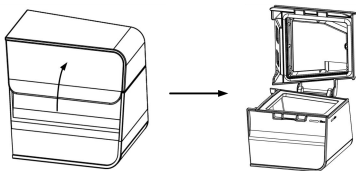
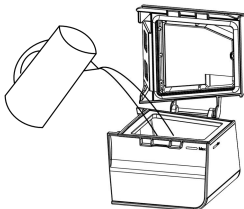

Fig. 14-2
Fig. 14-3
(1) Rimuovere la camera dell'acqua, Togliere il tappo, come mostrato nella Fig. 14-2, e riempire la camera dell'acqua con circa 360 mL d'acqua, come mostrato nella Fig. 14-3. Assicurarsi che l'acqua non superi la linea di massimo livello d'acqua.